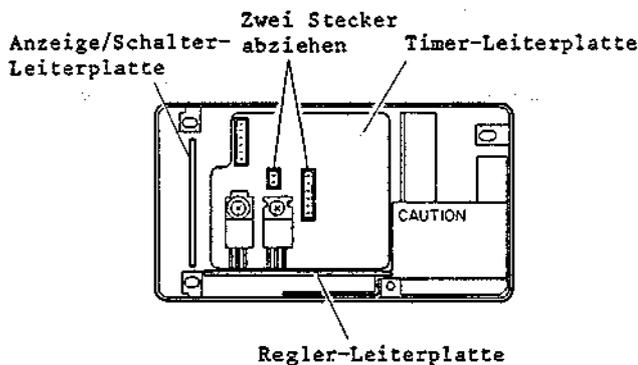

Abb. 2-206 Ausbau des vorderen Gehäuses und der Anzeige/Schalter-Leiterplatte
3. Zwei Stecker (CN201, CN203) abziehen (siehe Abb. 2-206).